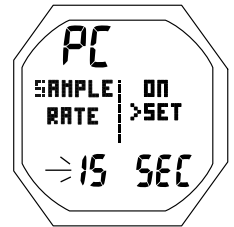

Fig. 50 - RÉGLAGE DU TAUX D'ÉCHANTILLONNAGE
**RÉGLAGE DU TAUX D'ÉCHANTILLONNAGE (SAMPLE RATE) :** paramètres affichés (Fig. 50)